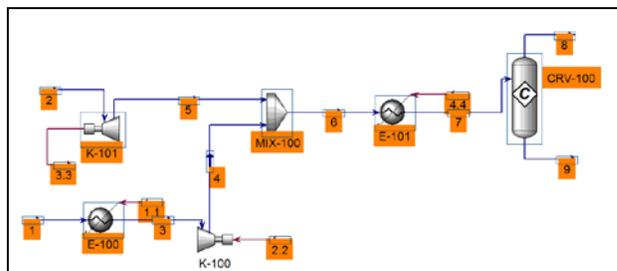
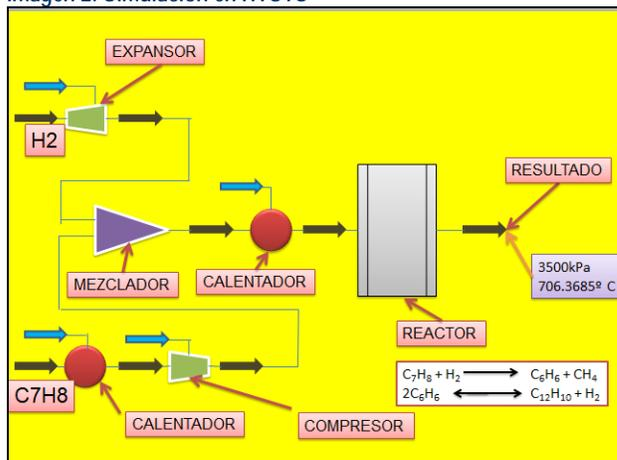

Imagen 2: Simulación en HYSYS
Imagen 3: Proceso obtención de benceno
- Finalmente introducimos la mezcla a un reactor de conversión y este nos empieza a producir los productos. (imagen 2)(imagen 3)